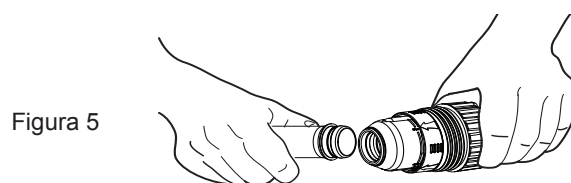

Figura 5
5. Separe el tubo de extensión interior y jale hacia afuera el diafragma. (ver Figura 5).